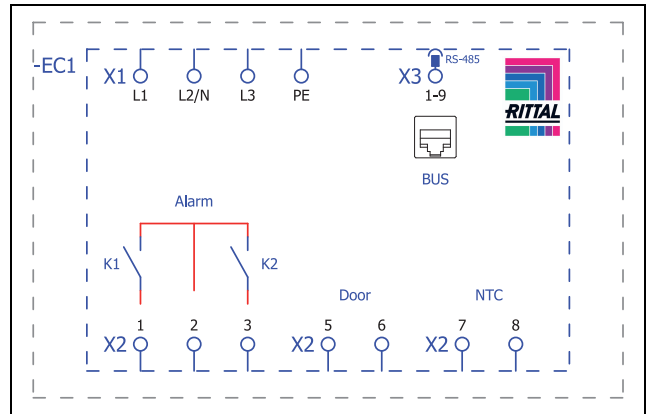
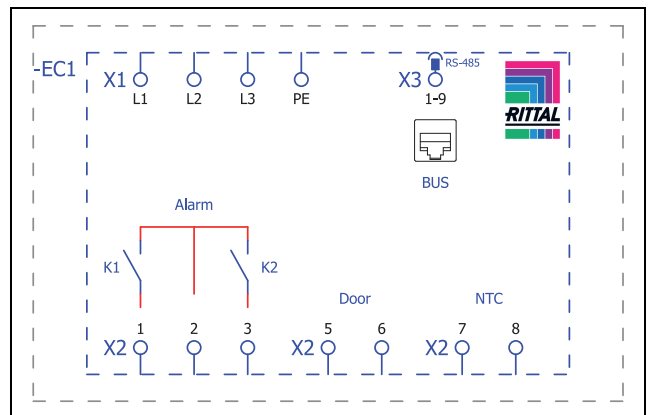

Bild 37: Kopplingschema SK 3185330, SK 3186330, SK 3187330
Bild 38: Kopplingschema SK 3188340, SK 3189340
- Ta ut nätkontakten ur leveransförpackningen och koppla in nätförsörjningen enligt tillhörande anslutningsmärkning (bild 37 resp. bild 38).